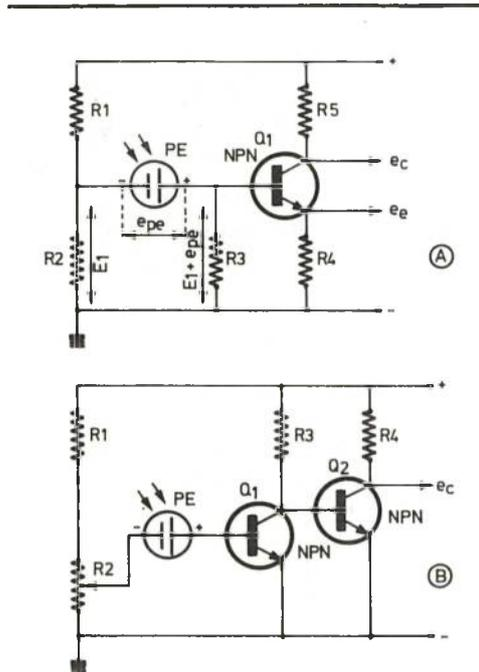

figure 4
Le symbole schématique est indiqué à la **figure 4** en (A) et (B).